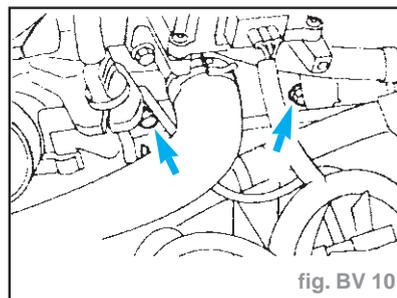

fig. BV 10
- Déposer les vis de bride supérieures de boîte de vitesses (fig. BV 10).
- Serrer les vis de bride supérieures (à **47 N.m**) (fig. BV 10).